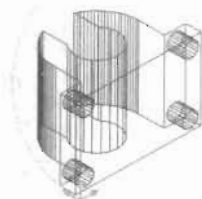

图 12-49
(1) 根据原始文件路径打开图形。
(2) 执行“视图>动态观察器/受约束的动态观察”菜单命令,这时光标变成 \odot 形状,用鼠标交互式拖曳旋转,在三维环境的各种方位和角度观察实体。
(3) 执行“视图>动态观察器>自由动态观察”菜单命令,这时屏幕上将显示如图 12-49 所示的三维动态观察器图标,把光标移动到转盘上的不同位置,光标图标将改变,然后拖曳鼠标进行观察,理解不同的图标形状所代表的含义。